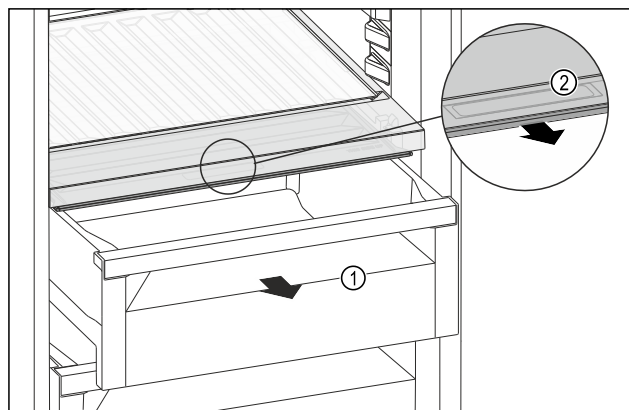

Fig. 179
- ▶ Zásuvku *Fig. 179 (1)* vytáhněte.
- ▶ Uchopte prohlubeň pro rukojeť *Fig. 179 (2)* na víku zásuvky a současně zatáhněte za víko zásuvky směrem dopředu.